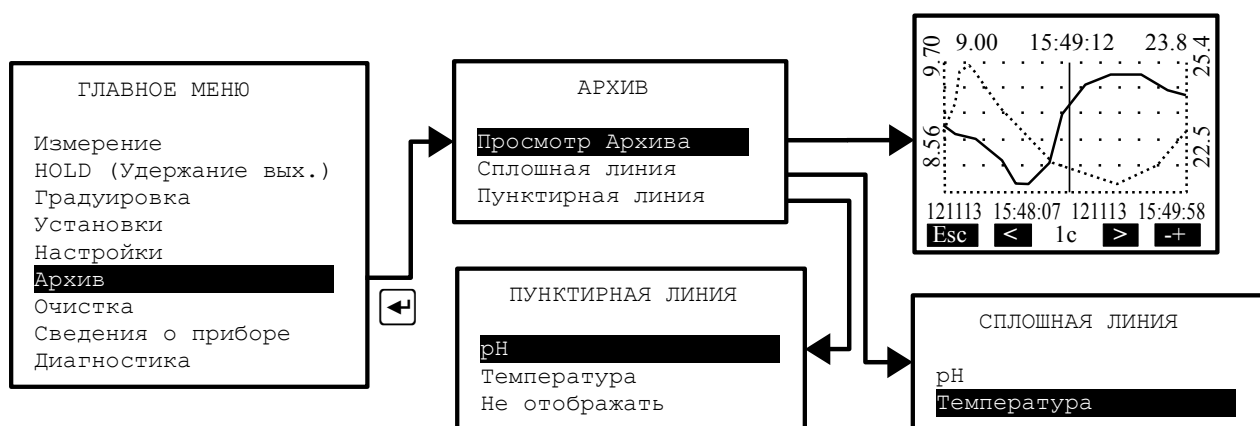
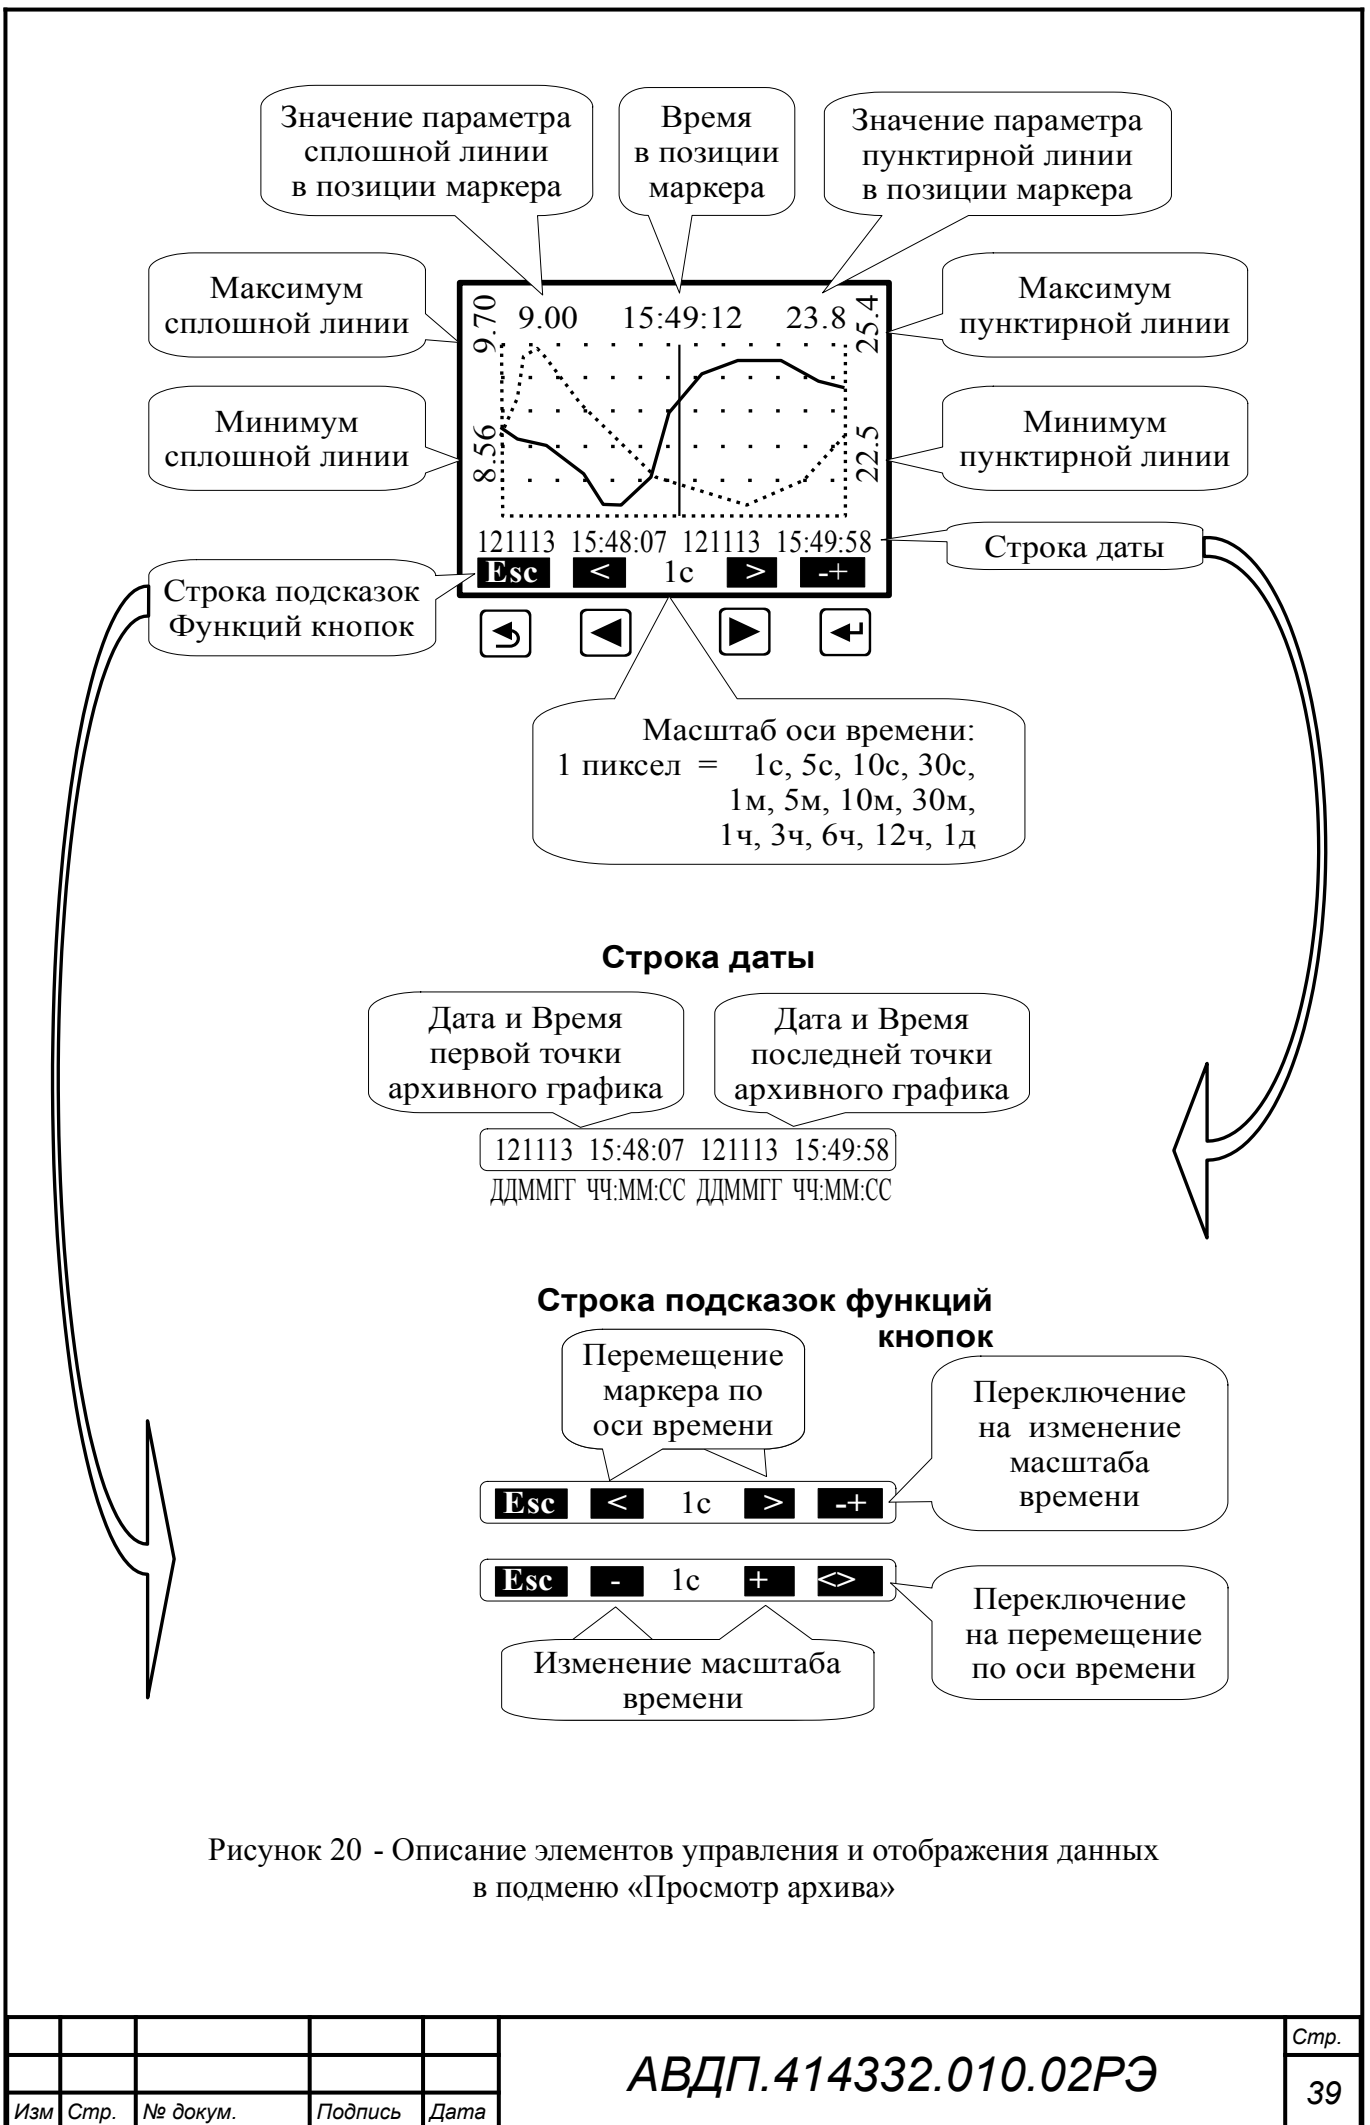

Рисунок 19 - Структура меню «АРХИВ»
Рисунок 20 - Описание элементов управления и отображения данных в подменю «Просмотр архива»
3.3.6.3 Установленные архивные данные можно посмотреть на дисплее ИП (Рисунок 19, Рисунок 20).
– **Просмотр архива** - в этом режиме просматривается архив одного или двух заранее параметров (основного и температуры). Правая кнопка позволяет переключать режим управления маркером: кнопками и либо изменяется интервал дискретности по времени, либо перемещается маркер, указывающий на время просмотра и состояние измеряемых параметров в это время (Рисунок 20).
Масштабирование оси времени и перемещение по оси времени осуществляется кнопками в режиме «Просмотр архива» (смотри Рисунок 20).